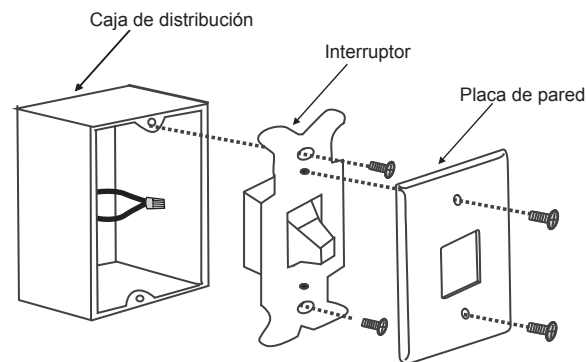

Fig. 22
**Paso 1.** Retire la placa de pared existente y el antiguo interruptor de la caja de distribución de pared. Conecte con una tuerca las terminaciones de cables NEGROS (calientes) entre sí y vuelva a empujarlos al interior de la caja de distribución. (**Fig. 22**)